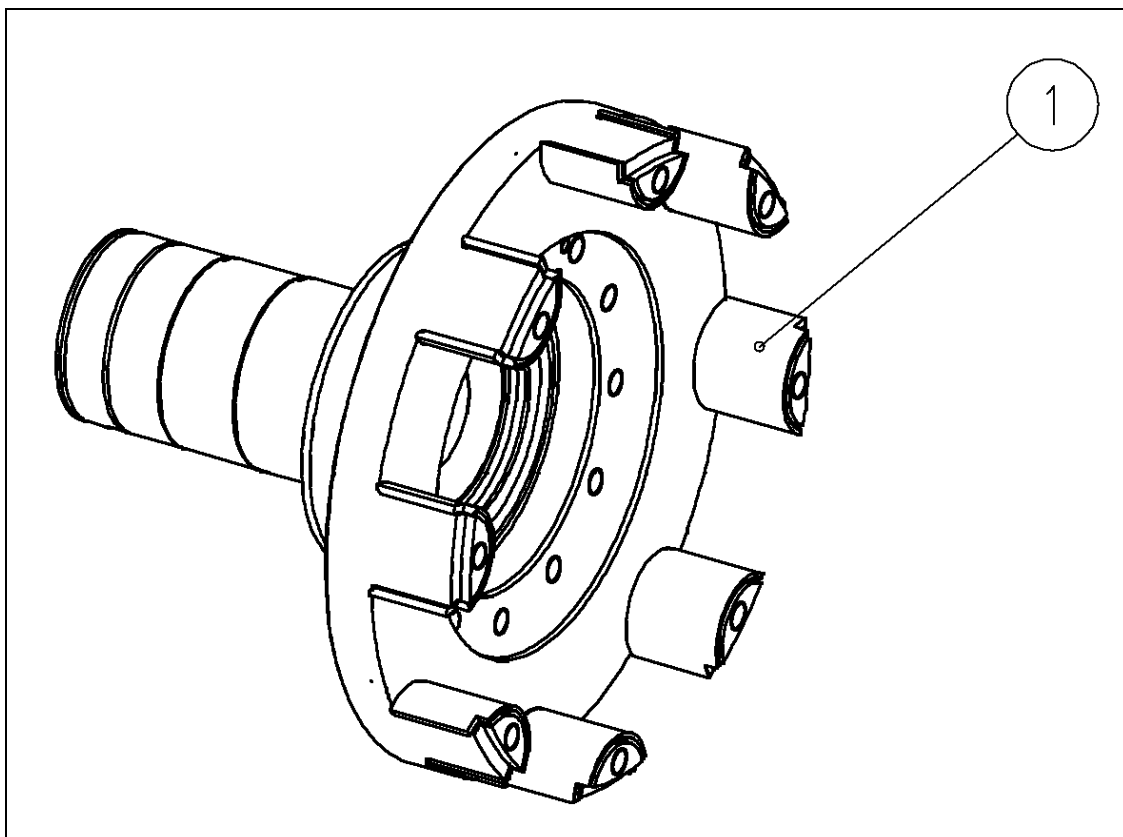

Figure 4.1.9
4.1.9 Fit New Wear Liners (Fig. 4.1.9).